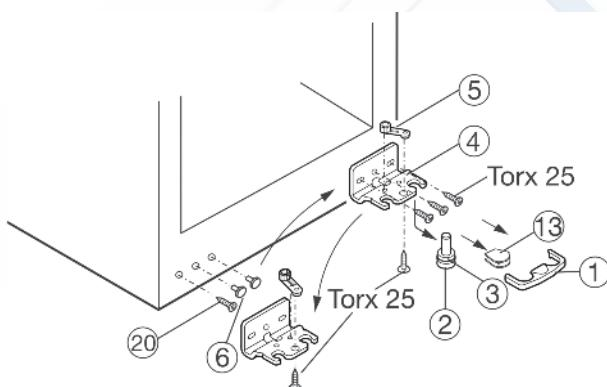

Рис. 4
- Отвинтите петлю Рис. 4 (4).
- Отвинтите несущую часть Рис. 4 (5), перевесьте ее на противоположную сторону петли и снова привинтите.
- Осторожно поднимите вставки Рис. 4 (6) и вставьте их на противоположной стороне.
- Отвинтите винт Рис. 4 (20) и вставьте его на противоположной стороне.
- Привинтите несущую скобу Рис. 4 (4) на другой стороне петли, затянув ее не слабее 4 Нм. При необходимости воспользуйтесь аккумуляторной отверткой.
- Для того чтобы удалить защитный фиксатор Рис. 4 (1), тяните его вперед.
- Снимите кожух Рис. 4 (13).\*
- Тяните несущий штырь Рис. 4 (2) вниз и вперед. Во время этой операции уделяйте внимание втулке петли Рис. 4 (3).
- ▶ Еще раз наклоните устройство назад и установите на место несущий штырь Рис. 4 (2) и втулку петли Рис. 4 (3). Метка на штыре должна быть обращена вперед.
- ▶ Установите кожух Рис. 4 (13) на противоположную сторону\*.
- ▶ Защитный фиксатор (1) должен располагаться рядом с петлей, сбоку, так чтобы несущий штырь и дверца были закреплены.
- ▶ Снова установите защитный фиксатор (1) на петлю.
- ▶ При необходимости выровняйте дверцу в соответствии с устройством при помощи двух вытянутых отверстий в петле Рис. 4 (4). Для этого отвинтите средний винт.